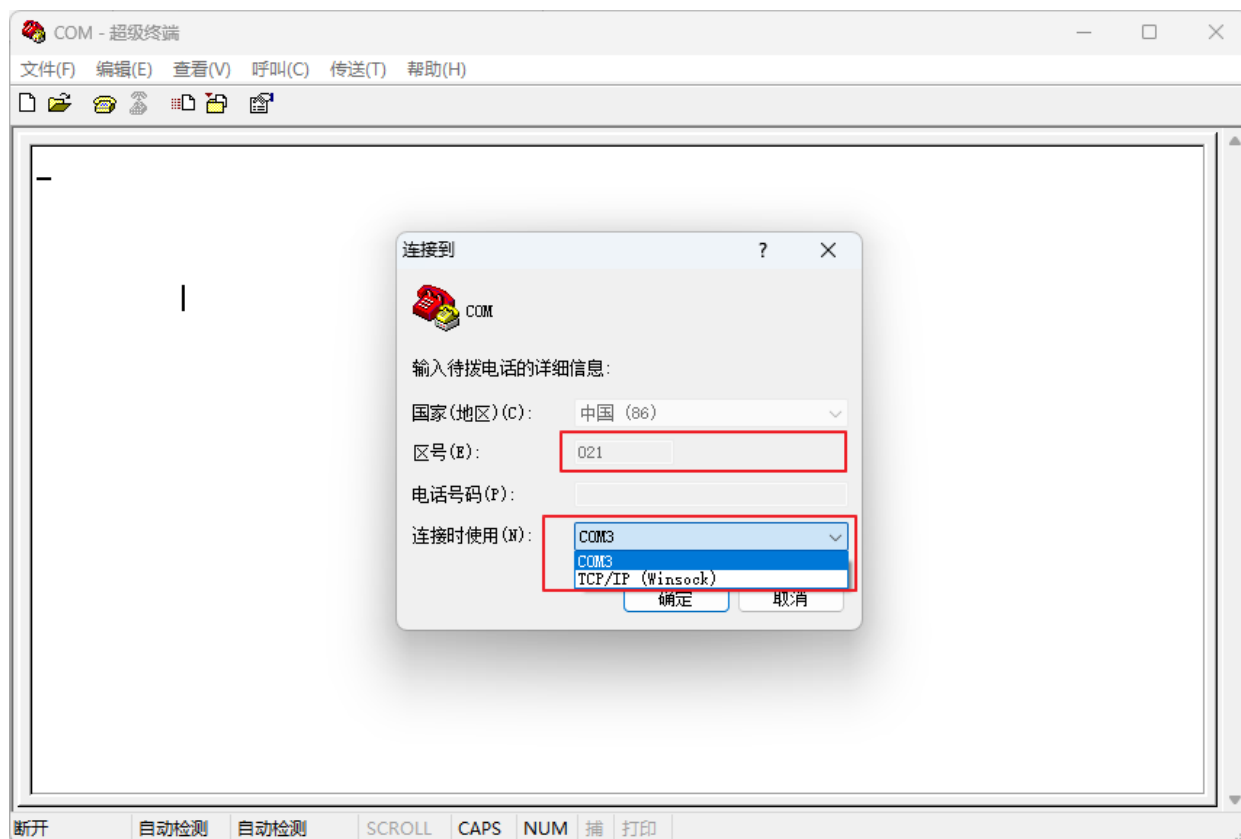

图 6-4 输入区号并选择连接方式
Step4.输入区号，选择连接方式为端口，点击“确定”，如图 6-4 所示；